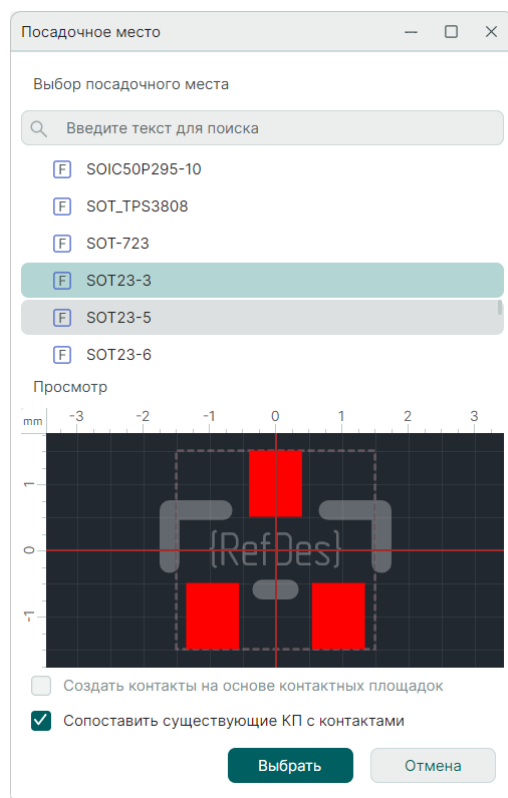

Рис. 250 Выбор библиотечного посадочного места
1. Выберите посадочное место из списка, см. Рис. 250.